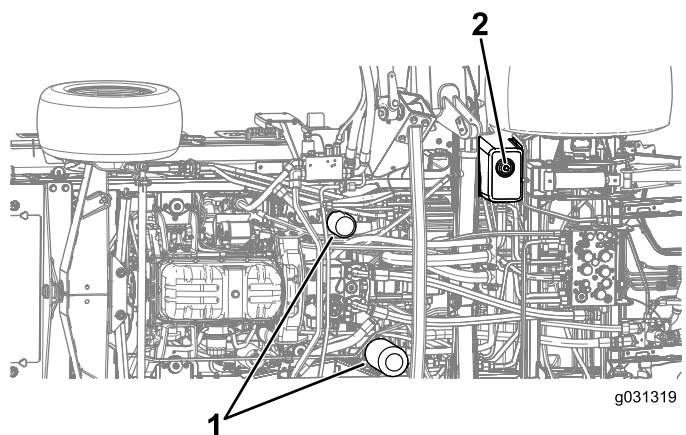

Figura 132
4. Retire el tapón de vaciado de la parte inferior del depósito y deje que se drene el fluido hidráulico al recipiente (Figura 132).
3. Coloque un recipiente debajo del filtro y retire el filtro (Figura 132).